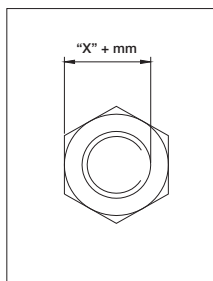

Figura 6
1. Misurare la distanza dal piano del dado al punto estremo del bullone. Vedere la Figura 6.